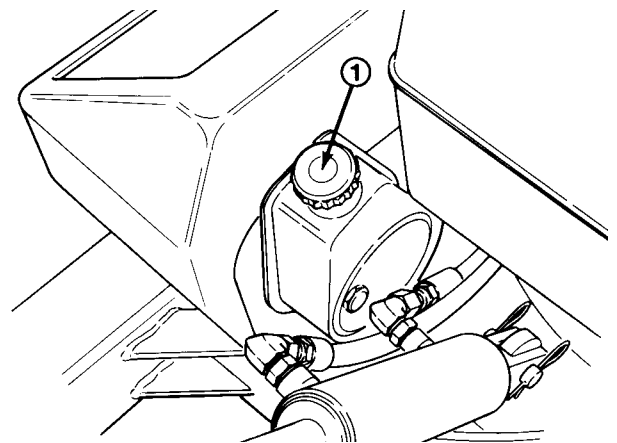

Figure 4
2. Enlever le bouchon-jauge (Fig. 4) du goulot de remplissage et essuyer la jauge sur un chiffon propre. Introduire la jauge dans le goulot de remplissage, puis la ressortir et vérifier le niveau de liquide. Si le niveau est à plus de 1,25 cm du repère du plein sur la jauge, ajouter suffisamment d'huile moteur SAE 10W-30 pour atteindre ce repère. Ne pas trop remplir.